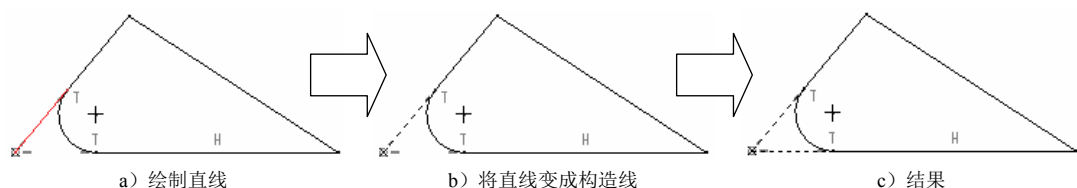

图 4.16.5 绘制两条直线并将其转化为构造线
Step5. 绘制两条直线并将其转化为构造线,如图 4.16.5 所示。
(1) 创建第一条构造线。单击“线链”命令按钮  中的 ，再单击按钮  线链，选取“边 1”的左端点和“点 A”绘制一条直线；然后选择该直线并右击，从快捷菜单中选择 **构造** 命令，将其转化为构造线。
(2) 参照步骤 (1) 的操作, 创建另一条构造线。